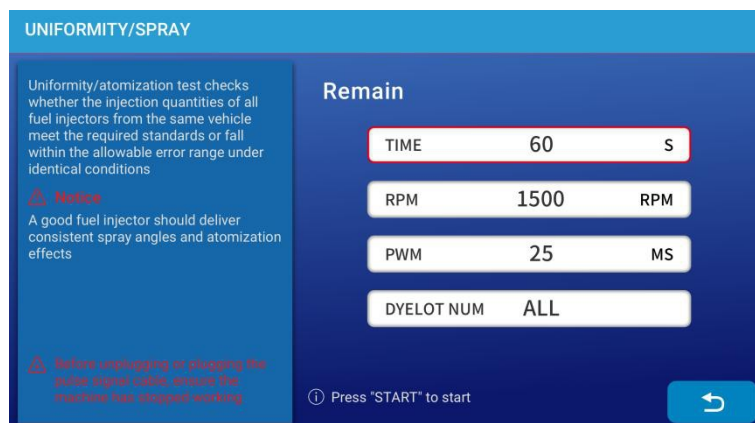

图 5.11
- 5) 在主界面点击【均匀性/雾化】按钮（见图 5.11），设置相应工况参数后按【开始】按钮启动检测（注意：操作过程中可按放排油按钮进行排油或停止排油）；可通过控制面板【加压○+】和【减压○-】按钮调节系统压力。